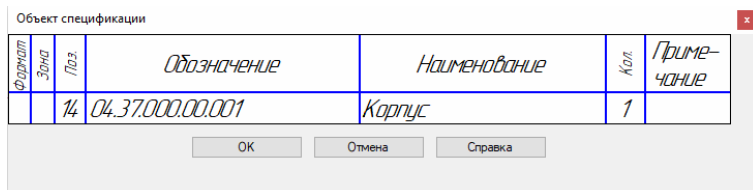

Рисунок 3 – Создание объекта спецификации
- в появившемся окне *Объект спецификации* заполняются ячейки *Обозначение*, *Наименование* в соответствии с принятой для изделия схемой обозначений (Рисунок 3);